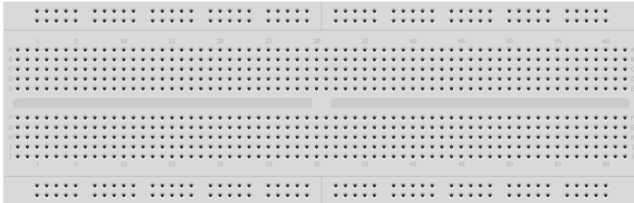

Figura 1: *Protoboard*.
1. Desenhe, na Figura 1, a organização das trilhas da *protoboard*.